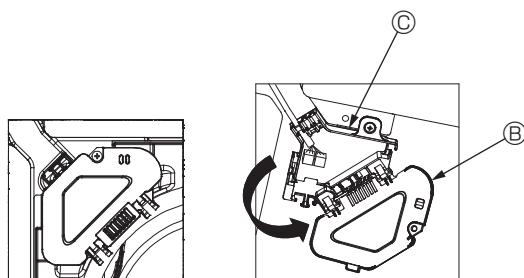

Fig. 7-5
③ Fjern den ene skruen som holder koblingsboksdekselet og åpne dekselet. (Fig. 7-5)
④ Plasser kryssledningskontakten i koblingsboksen.
⑤ Installer ledningsdekset og koblingsboksens deksel.